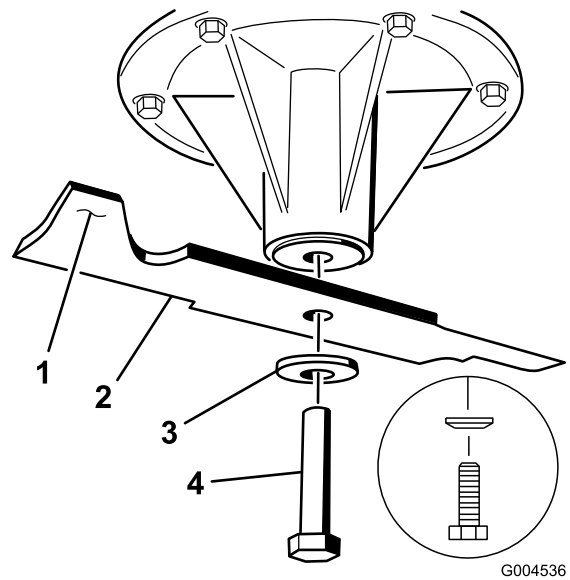

Figura 58
2. Para carcasas de corte de 48 pulgadas, retire el perno de la cuchilla, la arandela curva y la cuchilla del eje (Figura 58).
Nota: Si la cuchilla no está equilibrada, rebaje algo el metal en la parte de la vela solamente (Figura 58).
1. Instale la cuchilla en el eje (Figura 58).
Importante: La vela de la cuchilla debe apuntar hacia arriba y hacia el interior del cortacésped para asegurar un corte correcto (Figura 58).
2. En carcasas de corte de 48 pulgadas, instale la cuchilla, la arandela curva y el perno de la cuchilla (Figura 58).